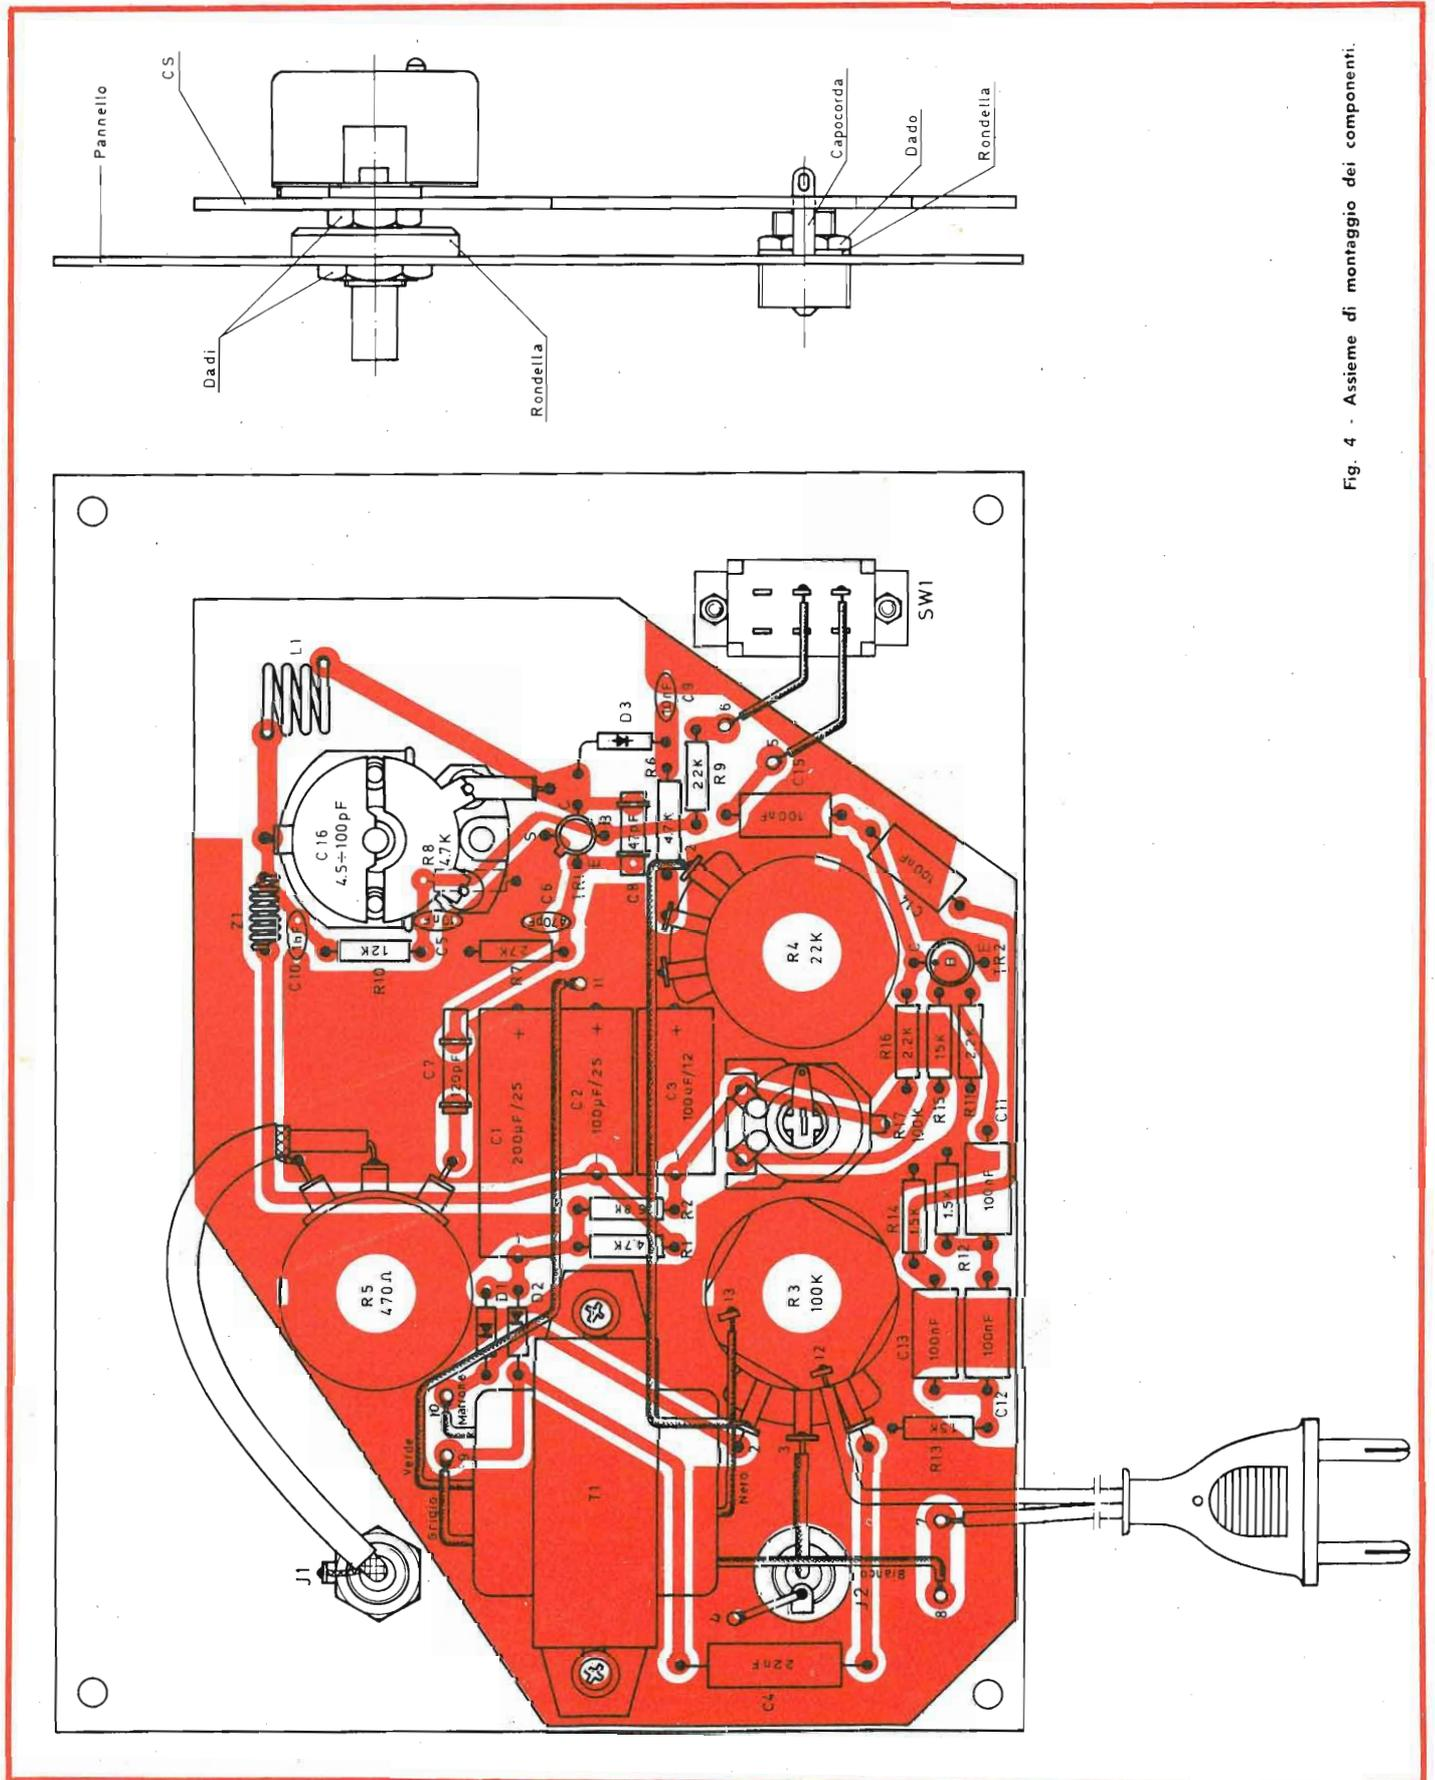

Fig. 4 - Asieme di montaggio dei componenti.
● Montare il trasformatore d'alimentazione orientandolo secondo il disegno (fig. 4) e fissandolo con due viti del  $\varnothing$  di 3 x 6 mm, rondelle e dadi.
### 2ª FASE - Cablaggio - Fig. 4
**Montaggio delle parti staccate - fig. 4.**
- 1) Portare il condensatore variabile C16 con le lamine del rotore tutto aperto — capacità minima — fig 4 facendo coincidere l'indice di sintonia sulla frequenza di 50 MHz indicato sulla scala